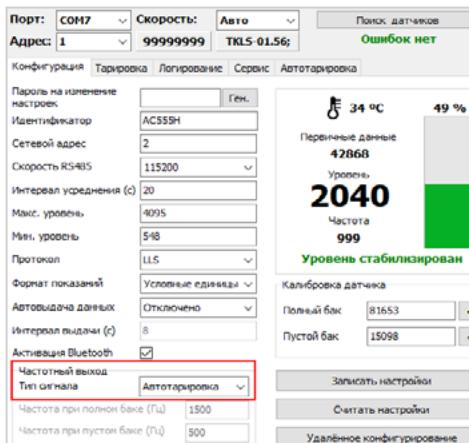

Рис.16. Настройка режима частотного выхода
- на вкладке «Конфигурация» установить режим частотного выхода «Автотарировка» (Рис.16) и нажать «Записать настройки»;